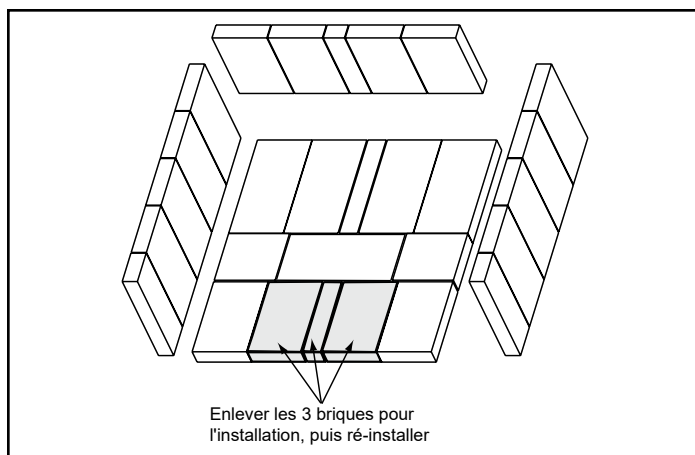

Figure 18.1
2. Retirez les 3 briques de la partie avant de la boîte à feu (**Figure 18.1**).
2. Retirez les 3 briques de la partie avant de la boîte à feu (Figure 18.1 à la page 18).